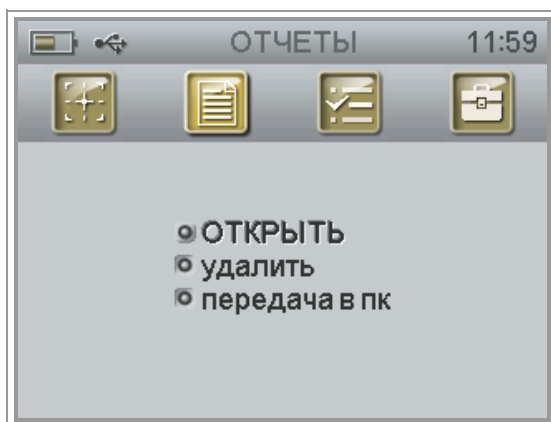

Рис. 4-58. Вид окна «Отчеты».
- Выберите в главном меню функцию «Отчеты» и нажмите кнопку «Ввод». Появится соответствующее окно «Отчеты» (Рис. 4-58).
- Выбрать в главном меню функцию «Отчеты» и нажать кнопку «Ввод». Появится соответствующее окно «Отчеты» (Рис. 4-58).